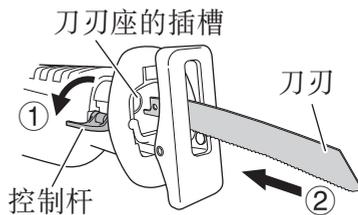
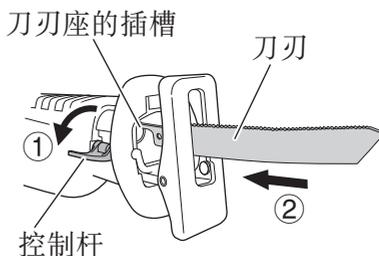
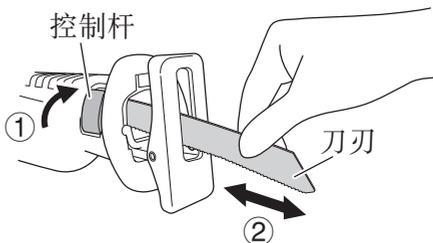

图 6
图 7
图 8
- (1) 扭转控制杆，打开刀刃钳。
- (2) 扭转控制杆，将刀刃座完全插入柱塞端部的插槽中。可朝上或朝下安装此刀刃。（图 6、图 7）
- (3) 松开控制杆时，弹簧的弹力会使控制杆自动返回正确的位置。
- (4) 用手试着拉刀刃背两三次，以确认刀刃已安装牢固。（图 8）